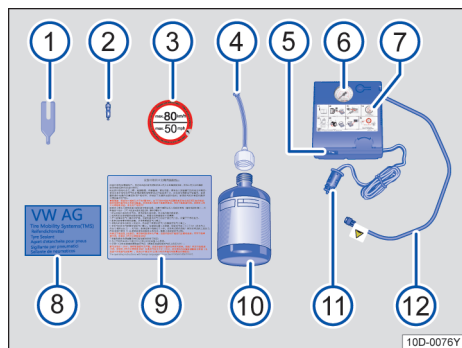

图 144 示意图：轮胎紧急套件的组件
轮胎紧急套件位于行李厢中的地板垫下。它由以下组建成→ 图 144:
- ✓ 将轮胎紧急套件中的贴纸 → 图 144③ 黏贴到仪表板上驾驶的视野范围内。
- 用气门芯扳手 → 图 144① 将气门芯从轮胎气门中旋出，然后放置到干净的垫子上。
- 将补胎胶瓶 → 图 144⑩ 用力来回摇晃几下。
- 将充气软管 → 图 144④ 顺时针方向牢固拧到补胎胶瓶上。封盖上的薄膜自动刺穿。
- 除去充气软管 → 图 144④ 的封盖，将开放端完全插到轮胎气门上。
- 将气门芯用气门芯扳手→图 144①重新旋入轮胎气门中。
- 将空气压缩机的轮胎充气软管→图 144⑫牢固拧到轮胎气门上。
- 将电缆插头→图 144⑪插入 12V 电源插座中→第 123 页。
- 打开空气压缩机→图 144⑤。
重新连接轮胎充气软管→图 144⑫，然后在胎压表 ⑦ 上读取胎压。